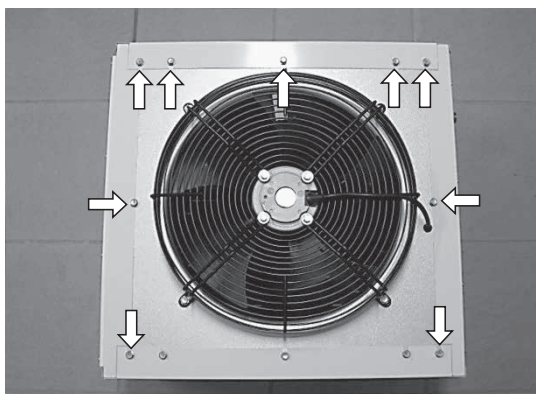

Bild 1
1. Die 9 Schrauben (AW 62 12 Schrauben), die im Bild 1 mit Pfeilen gekennzeichnet sind, herausdrehen. Beim AW 22 auch die 4 Blechschrauben herausdrehen.